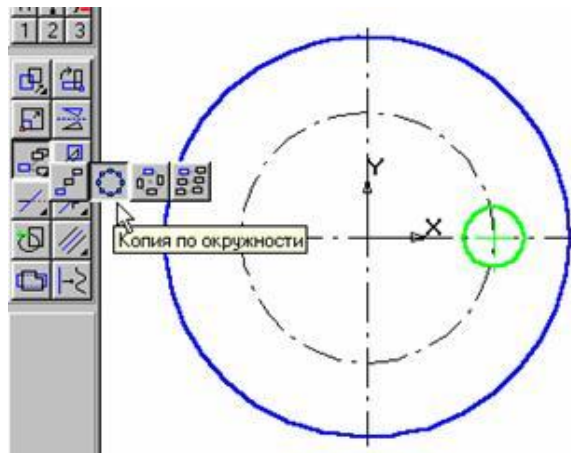

Рис. 8
4. Включите панель **Редактирования**. Воспользуйтесь панелью расширенных команд кнопки **Копирование** и активизируйте команду **Копия по окружности**, рис. 8